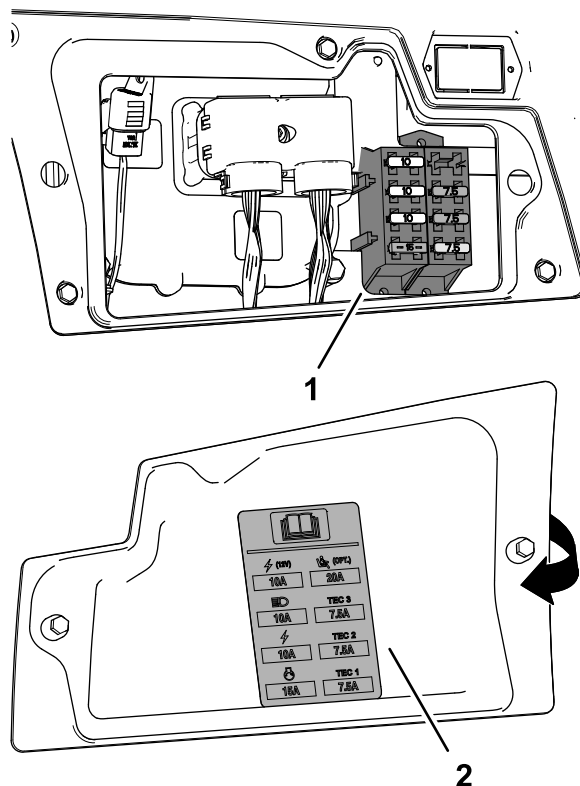

Figure 88
3. Remplacez le fusible défectueux (Figure 88) par un fusible de même type et de même intensité.